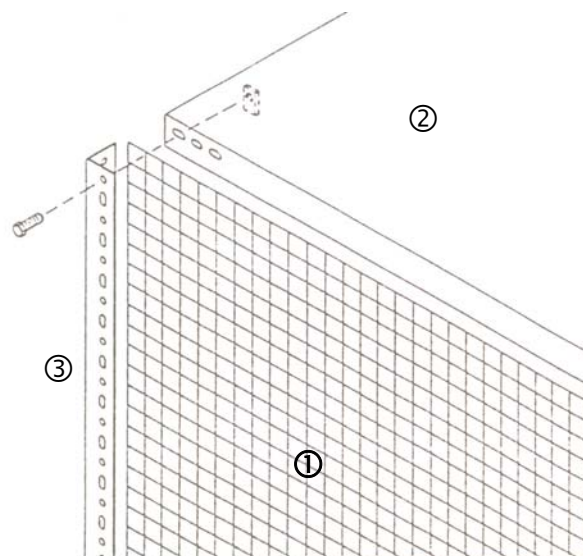

Abb. 1
1.1 Die Gitter-Seitenwand-Matten ① werden jeweils zwischen Fachboden ② und Winkelpfosten ③ (Abb. 1) bzw. Eckplatte, Fachboden und Winkelpfosten mitverschraubt.